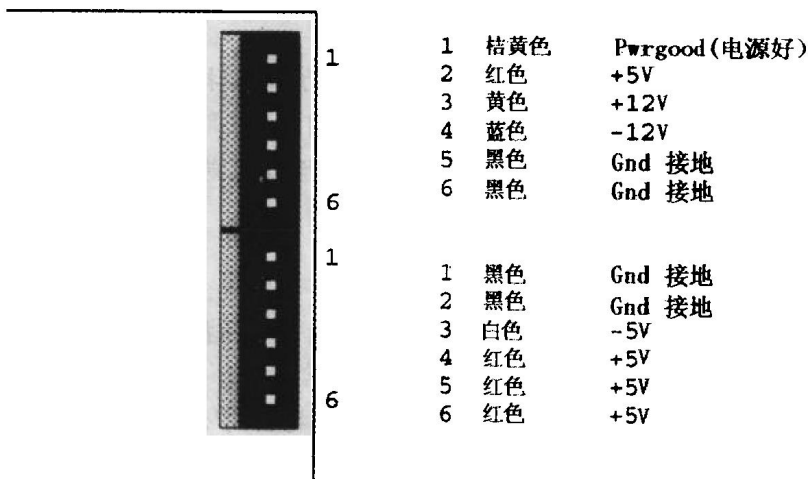

图 1-1 主板电源连接
- 检查电源供电电缆。确保供电电缆正确且完全地连接到主板上。图 1-1 示出了一种典型的连接图。